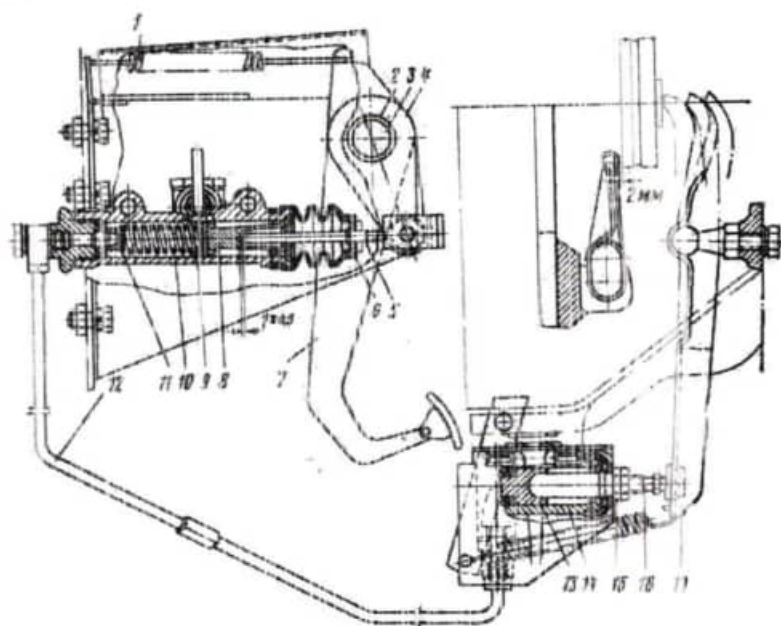

Рис.11.5.
2. Укажите позиции рис. 11.5, 11.6.